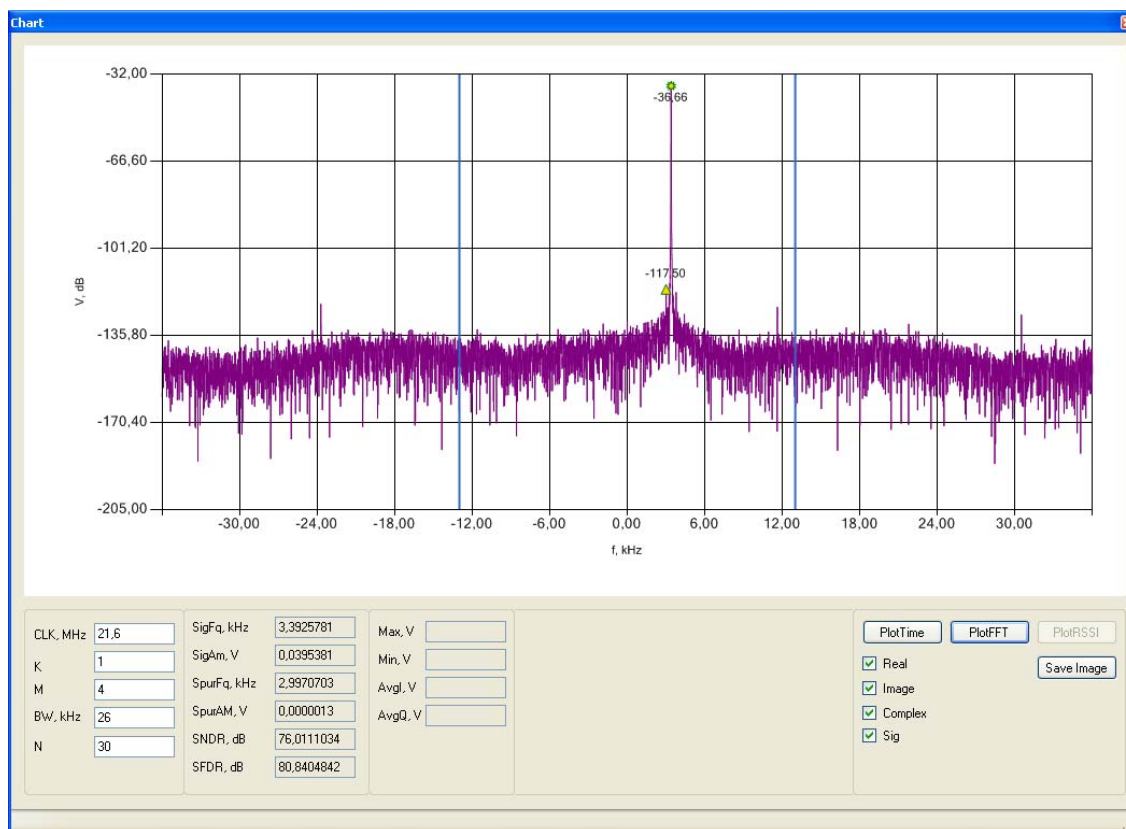

Рис. 6. Спектр принятого радиосигнала микросхемой 1321ХД1У с вычисленными параметрами, построенный с помощью программы GUI.
Затем после нажатия “Show chart” появляется окно, где можно увидеть спектр сигнала, либо вид сигнала во временной области, как показано на рис. 6 и 7. Для этого необходимо выбрать кнопку “PlotFFT”, либо “PlotTime”, соответственно. Для получения правильных абсолютных значений частот в данном окне необходимо установить рабочую тактовую частоту 1321ХД1У и используемые коэффициенты децимирующих фильтров. Для расчета SNDR и SFDR необходимо установить ширину полосы сигнала вокруг несущей (BW) и количество отсчётов вокруг центральной частоты (N), которые не учитываются при интегрировании шума (SNDR) или определении паразитной частоты (SFDR).